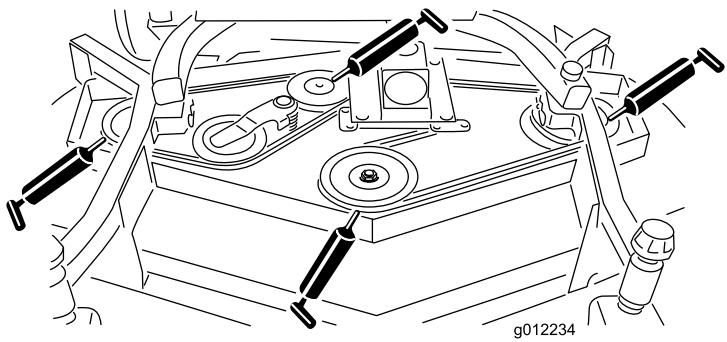

図 16
- スピンドルのシャフトのベアリング (3ヶ所) (ブーリの下) (図 16)
- アイドラ・アームのシャフトのベアリング (図 16)